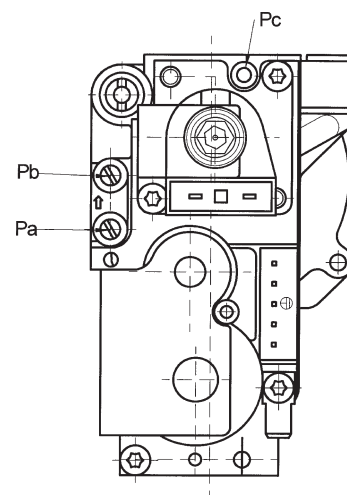

Abb. 11
- Den Druckmessstutzen eines möglichst mit Wassersäule versehenen Differenzdruckmanometers mit dem Druckentnahmestutzen (**Pb**) am Gasregelventil verbinden (Abb. 11). Nur bei raumluftunabhängigen Modellen den Unterdruck-Messstutzen des gleichen Manometers mit einem speziellen „T“-Stück verbinden, mit Hilfe dessen der Druckausgleichsstutzen des Heizkessels, der Druckausgleichsstutzen des Gasregelventils (**Pc**) und das Manometer miteinander verbunden werden. (Eine gleiche Messung kann durch Anschließen des Manometers an den Druckentnahmestutzen (**Pb**) bei abgenommener Frontbedientafel der Kammer des raumluftunabhängigen Heizkessels vorgenommen werden).
- Überprüfen, ob der beim Druckverbinder (**Pa**) der Gasventils (Abb. 11) gemessene dynamische Förderdruck des Heizkessel korrekt ist (**50 mbar** für **Propangas** oder **20 mbar** für **Erdgas**).